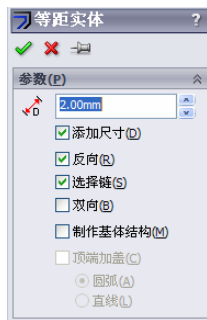
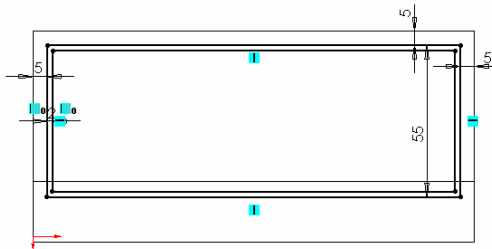

图 4-24 “等距实体” 属性管理器
图 4-25 等距后的草图
⑩ 等距实体草图。单击“草图”工具栏中的“等距实体”图标，此时系统弹出如图 4-24 所示的“等距实体”属性管理器。在“等距距离”一栏中输入值 2，并且是向内等距，然后用鼠标框选上一步标注的矩形。按照图示进行设置后，单击对话框中的“确定”图标，结果如图 4-25 所示。